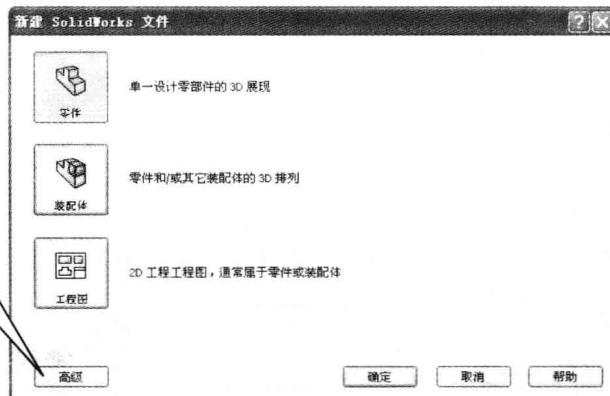

图 1-6 “新建 SolidWorks 文件”对话框
STEP ② 如图 1-6 所示，在打开的“新建 SolidWorks 文件”对话框中选择不同按钮，可以新建不同类型的文件，这里保持系统默认，选择“零件”按钮，再单击“确定”按钮即可新建零件文件。